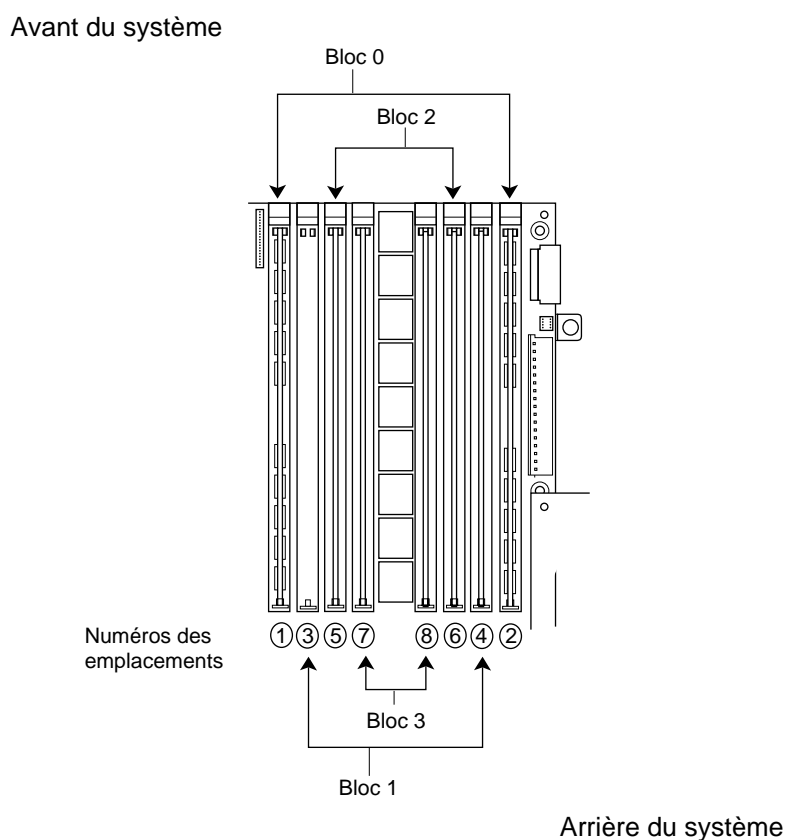

Figure 1-7 Disposition des emplacements de barrettes DIMM sur la carte système principale du serveur Origin200
Chaque module du serveur Origin200 peut comporter entre 32 Mo et 2 Go de mémoire, suivant le module de mémoire DIMM que vous installez. Les barrettes DIMM sont installées dans des emplacements regroupés en deux blocs de quatre emplacements chacun. La Figure 1-7 présente la disposition des emplacements de barrettes DIMM sur la carte système principale.
- les emplacements de barrettes DIMM sont numérotés de gauche à droite dans la Figure 1-7 : 1, 3, 5, 7, 8, 6, 4, 2 ;